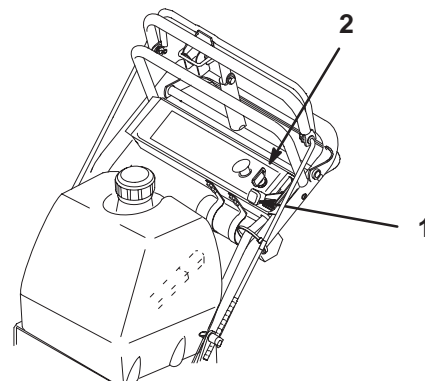

Bild 15
1. Stellen Sie den Gashebel auf “LANGSAM” (Bild 15).
3. Drehen Sie den Zündschlüssel auf “AUS” (Bild 15).